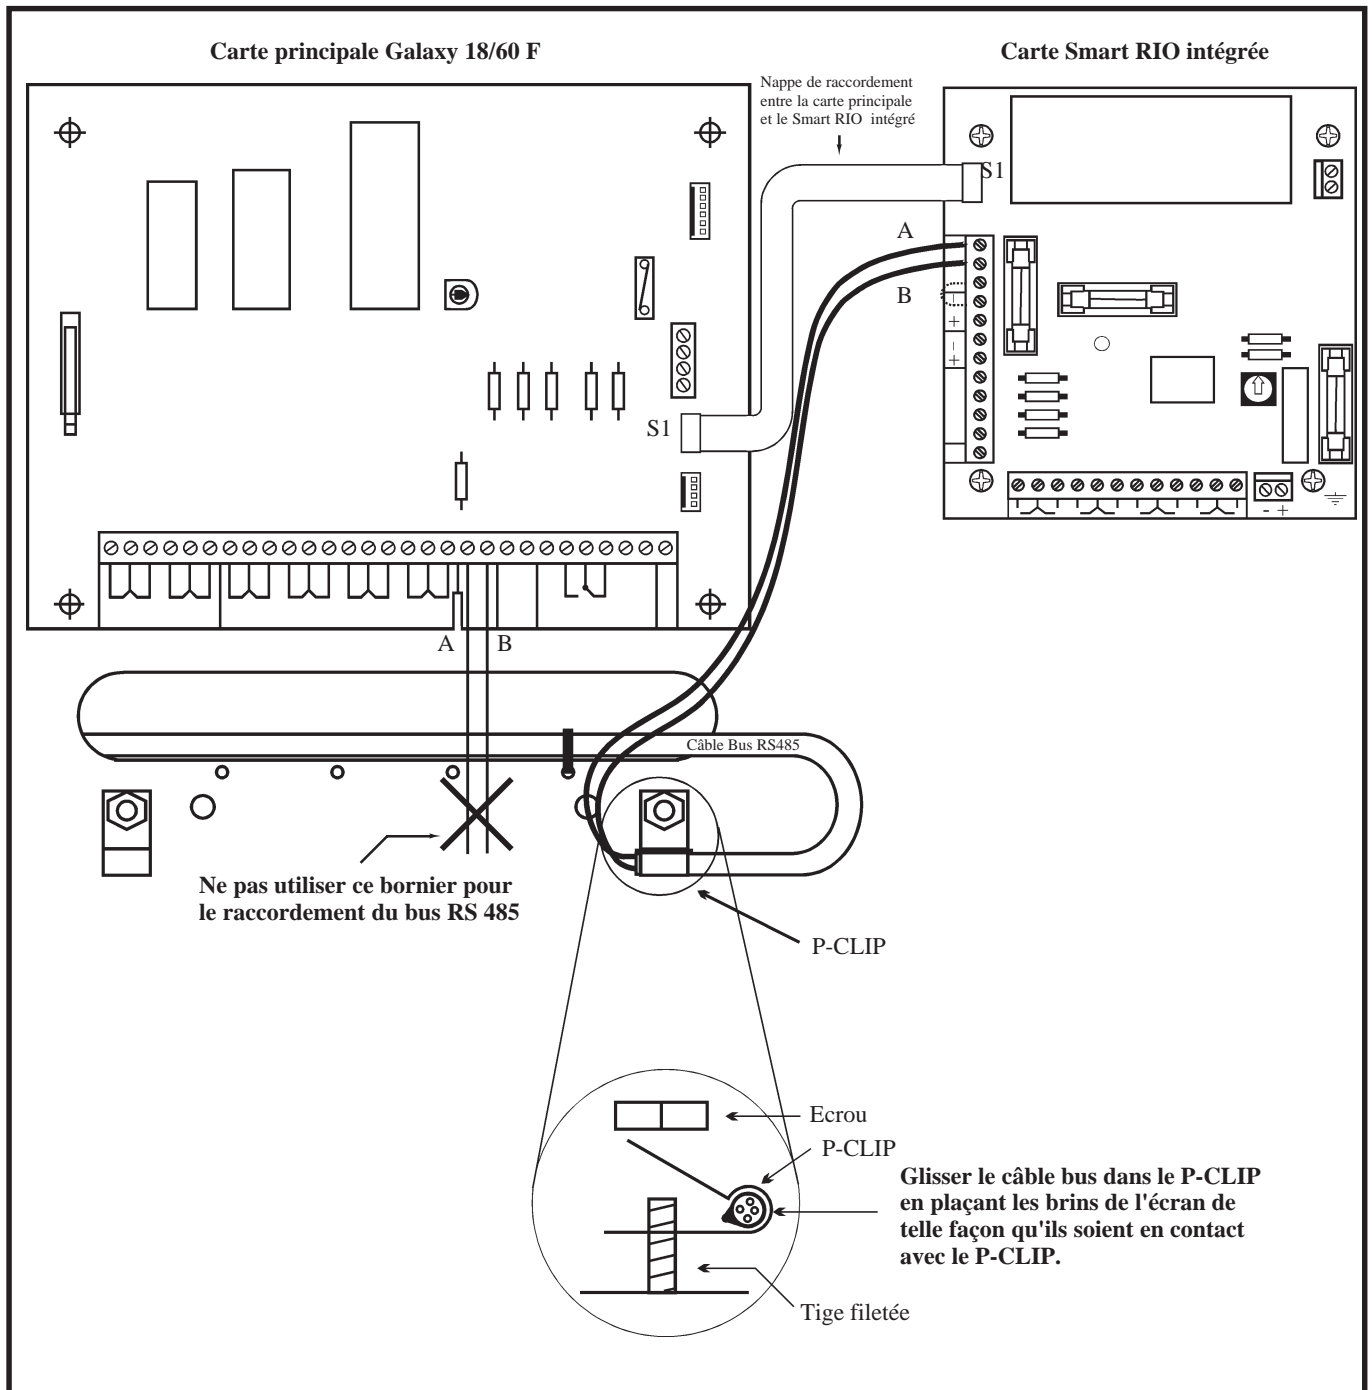

Figure 2-11. Raccordement du bus RS485 et utilisation de l'adaptateur P-CLIP.
5. L'écran du câble doit être raccordé au châssis de la centrale en utilisant les colonnettes filetées comme point de fixation (à proximité des fenêtres de passage de câble) et les adaptateurs « **P-clip** », conformément à la figure 2-11 de la page suivante.
6. Le bus RS-485 (AB) doit disposer d'une résistance de fin de ligne de 680 Ω aux bornes A et B du dernier module d'extension.